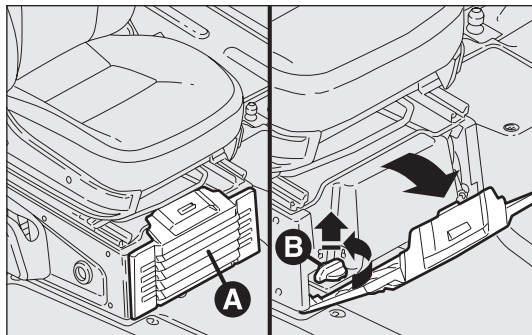
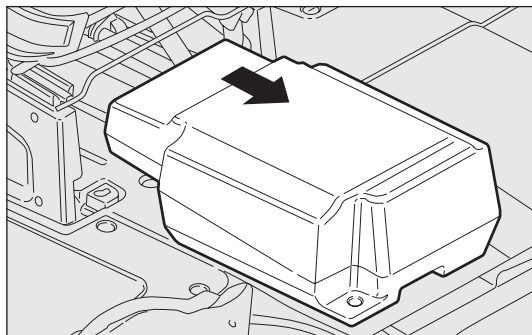

рис. 212
рис. 213
- ❑ откройте и снимите крышку А, как показано на рис. 212;
- ❑ поверните против часовой стрелки блокировочную ручку В и снимите ее – рис. 212, чтобы можно было выдвинуть ящик – рис. 213;